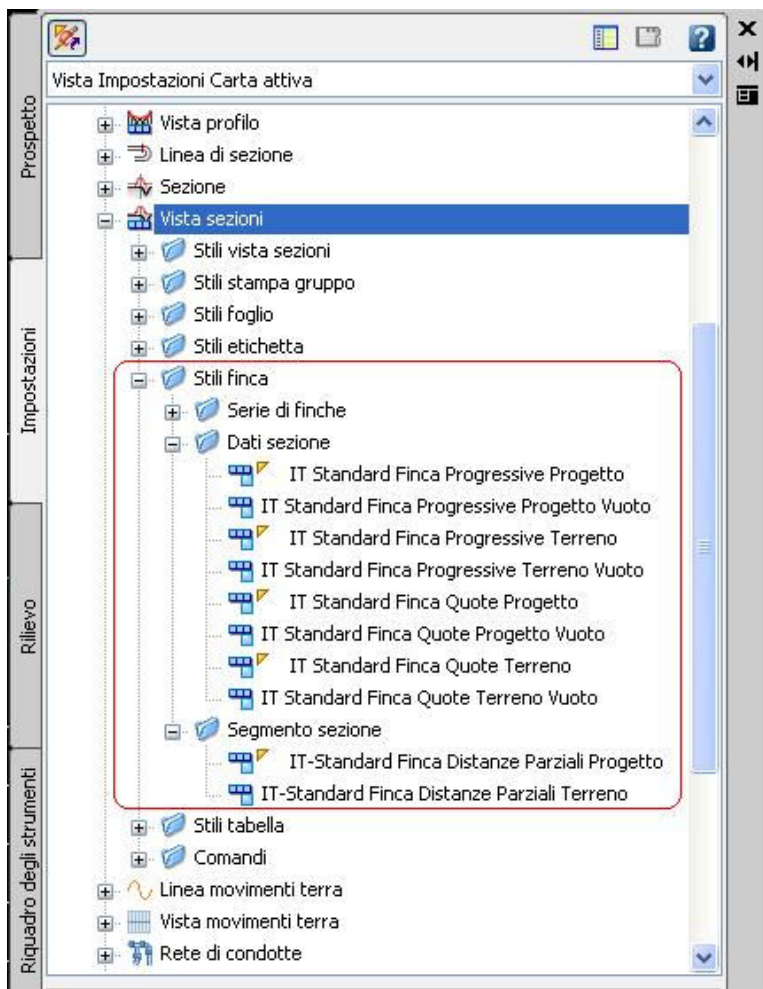

Fig. 20
b) dall'Area strumenti di Civil 3D nella scheda Impostazioni, come rappresentato in fig. 20, si espande l'albero "Vista sezioni" e poi quello "Stili di finca". Espandendo ancora gli alberi "Dati sezione" e "Segmento sezione" si accede agli stili di finca (ricordiamo che quelli correntemente in uso sono indicati da un triangolino giallo). Per modificare uno stile lo si seleziona e col tasto destro del mouse si attiva un menù a comparsa dal quale si sceglie il comando Modifica. Si apre la finestra "Stile finca dati sezione" (oppure "Stile
Dalla scheda Impostazioni dell'Area strumenti (vedi fig. 20) nel gruppo "Dati sezione" si seleziona lo stile "IT Standard Finca Quote Terreno" (l'esempio si può svolgere sempre facendo riferimento al file *Sezioni ITA fase 0.dwg*) e col tasto destro del mouse dal menù a comparsa si sceglie Modifica.